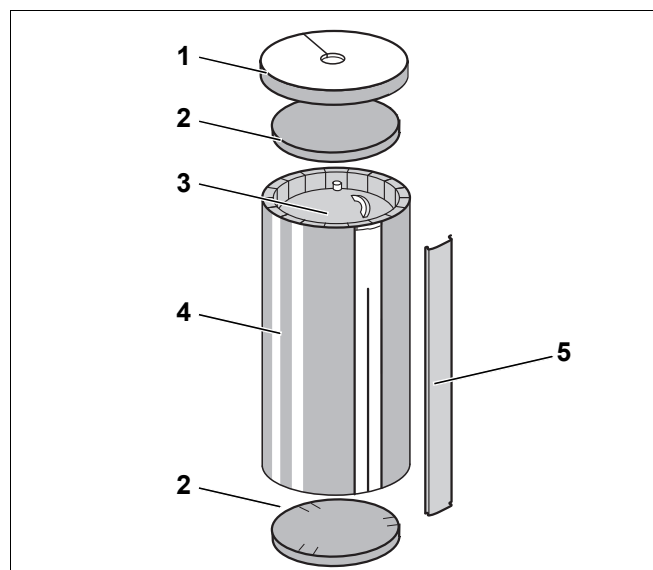

Рис. 1 Бак-накопитель Logalux PL750/1000/1500
- Бак (рис. 1, [3])
Съёмная обшивка состоит из крышки (рис. 1, [1]) и соединительной планки (рис. 1, [5]).
- Теплоизоляционный мат (рис. 1, [4])
- Верхний и нижний теплоизоляционные круги (рис. 1, [2])